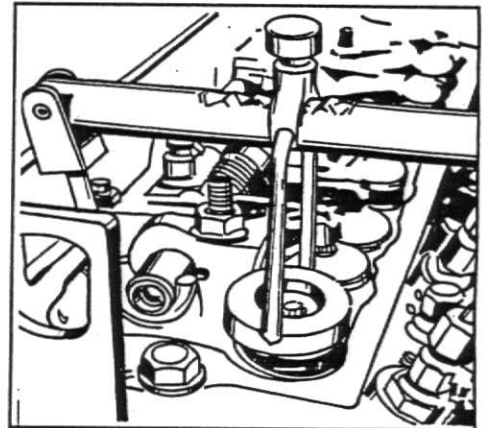

Fig. 21
3. Afrouxe o parafuso de regulagem do balancim da válvula de admissão do cilindro nº 1. Desloque o balancim e com a ferramenta nº 81 30 002 comprima a mola, remova as travas, o assento das molas, as molas e o vedador, fig.21.